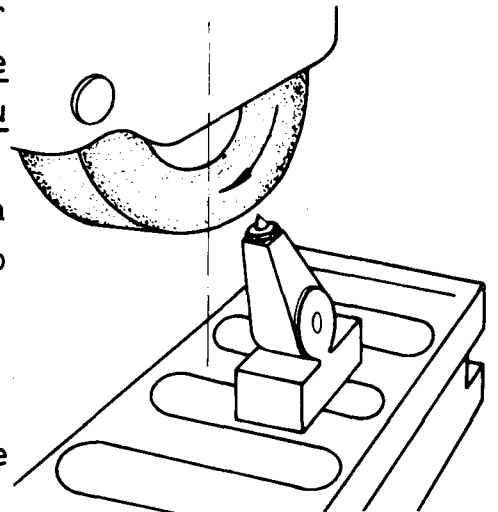

Fig. 9
- e Afaste transversalmente a mesa até que o diamante fique livre do reboło (fig. 9).